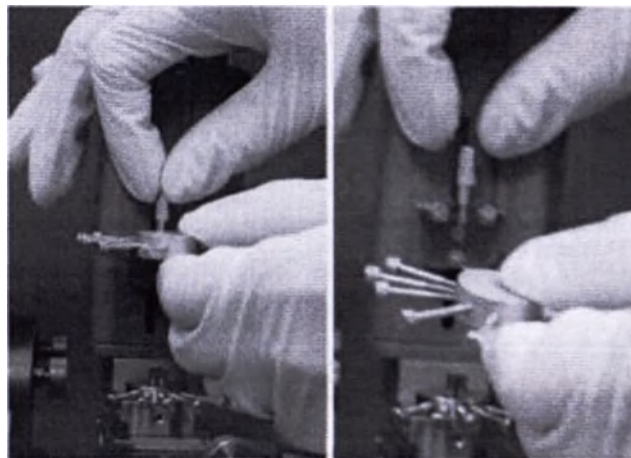

Рисунок 74: Извлечение держателя электродов
3. извлеките держатель электродов (рис. 74), Оставьте в адаптере Bengui только канюлю, через которую будет проходить установка глубинного электрода (DBS), остальные канюли извлеките.